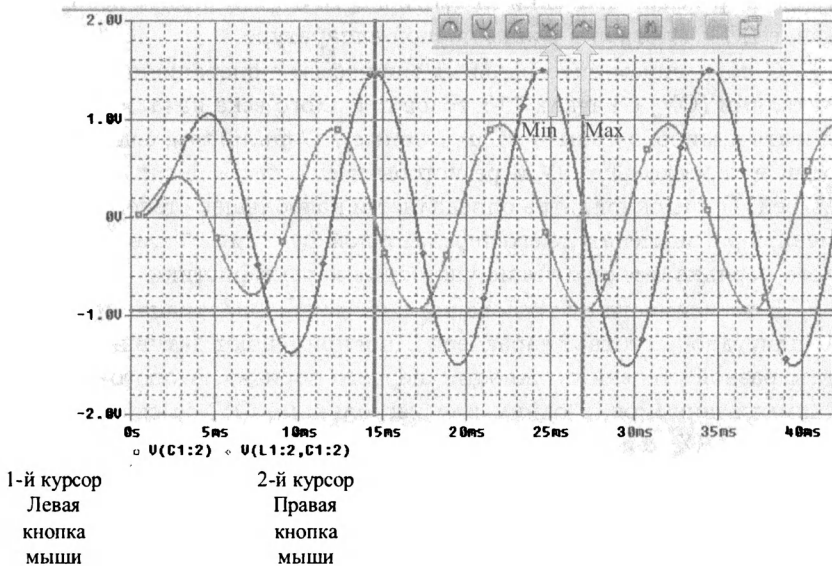

Рис. 3.12. Перемещение курсоров в Min и Max
5. Для перемещения курсоров в особые точки графиков надо выполнить следующее (рис. 3.12):